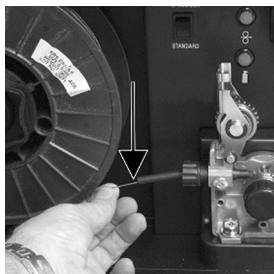

Figure 13.
5. Coupez le fil avec soin. Assurez-vous de tenir le fil pour éviter un déroulement rapide. Insérez soigneusement le fil dans le tube de guidage d'admission du mécanisme du dévidoir (Fig. 13).